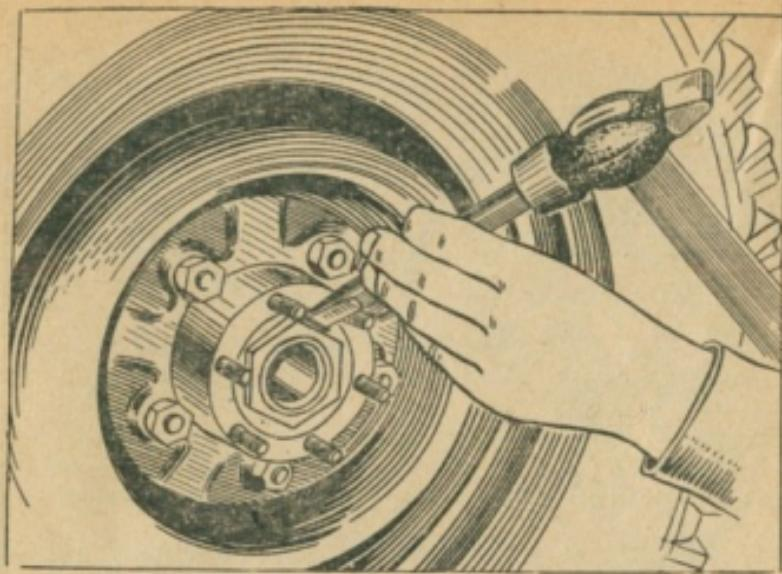

Рис. 91. Стопорение гаек подшипников ступиц
7. Отпустить гайку на $\frac{1}{4}$ — $\frac{1}{3}$ оборота (1,5—2 грани), поставить стопорную шайбу. Затянуть контргайку и застопорить их, загибая усы шайбы на грани гайки или контргайки (см. рис. 91).